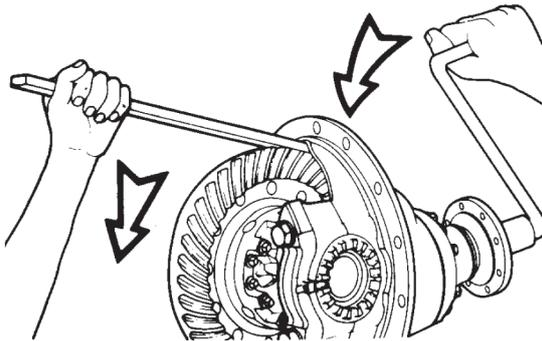

Figura 115
- Freie a coroa, com o auxílio de uma alavanca ou sarrafo e gire manualmente o pinhão, até obter a impressão do contato no lado convexo (marcha a frente) dos dentes da coroa (Figura 115);